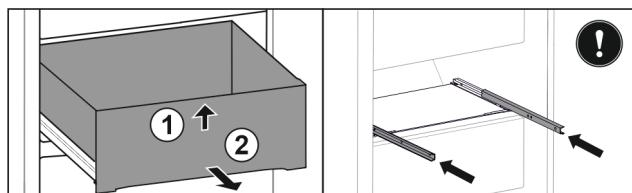

Fig. 51
- ▶ Nadvhynite zásuvku vpred. Fig. 51 (1)
- ▶ Odoberte zásuvku dopredu. Fig. 51 (2)